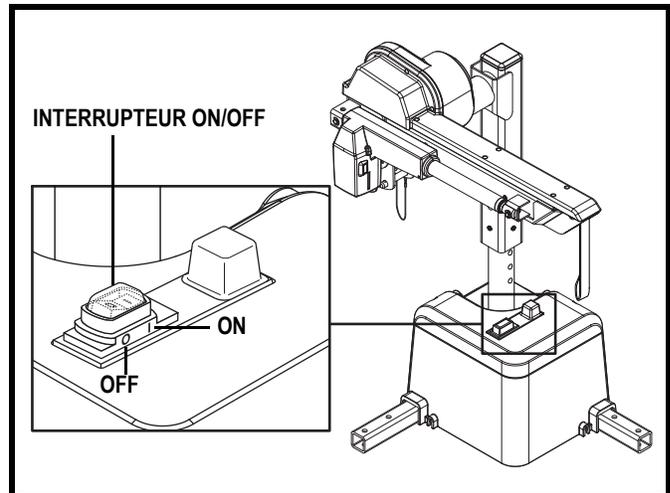

Figure 6. Commutateur ON/OFF
Le système de levage est équipé d'un interrupteur ON/OFF qui permet d'activer/désactiver le système. Mettre l'interrupteur ON/OFF à la position « 1 » pour allumer le système; à la position « 0 » pour éteindre le système. Voir la figure 6.
NOTE: Le commutateur ON/OFF (Marche/Arrêt) fonctionne également comme le bouton de réinitialisation du disjoncteur. Voir la figure 6.
- Vérifiez le bouton de réinitialisation du disjoncteur. Réinitialisez si nécessaire. **Voir la figure 6.**
Si le moteur de votre système de levage est sous contrainte excessive en raison de charges lourdes, le disjoncteur principal (**voir la figure 6**) peut se déclencher pour protéger le moteur et l'électronique de dommages. Lorsque le disjoncteur se déclenche, tout le système électrique s'arrête.
2. Appuyer sur le bouton de réinitialisation pour réinitialiser le disjoncteur. **Voir la figure 6.**